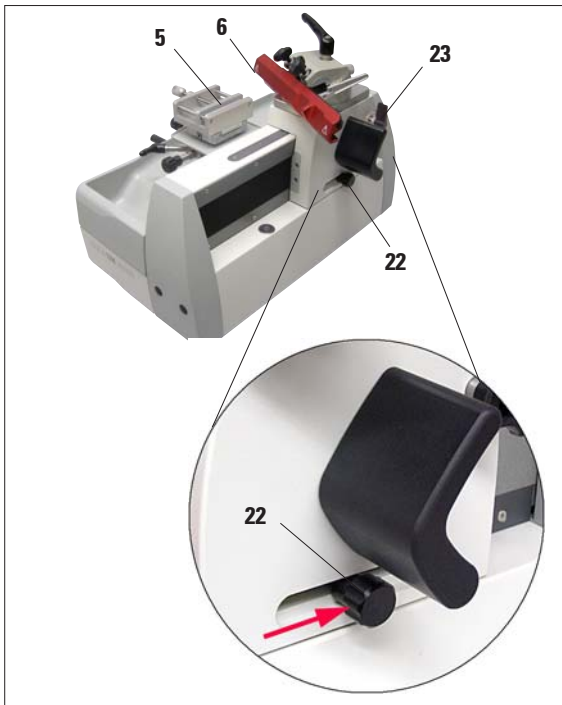

Abb. 25
- Zum Einstellen der automatischen Zustellung, die Klinge/das Messer (6) bis kurz vor die Probe (5) bewegen (Abb. 25) und in dieser Position mit dem Drehraster (23) arretieren.
- Den Stellknopf (22) lösen und so weit nach hinten schieben, bis Widerstand spürbar wird. In dieser Position wieder festdrehen.
**Wenn der Stellknopf (22) in der vorersten (linken) Position (Abb. 25) arretiert ist, findet keine Zustellung statt.**